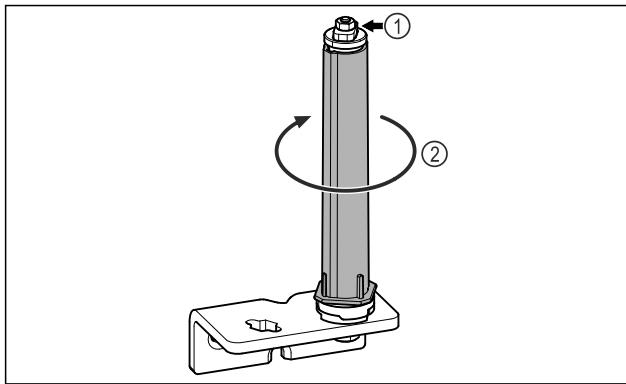

Fig. 28
► Neardykite durų uždarymo sistemos Fig. 28 (1).
- Sukite uždarymo sistemą Fig. 28 (2), kol ji užsifiksuo.